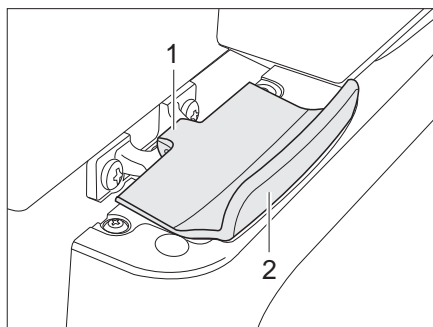

Fig. 234 Dispositif de verrouillage de la porte du réfrigérateur, fermé (Thetford)
- Ouvrir la porte du réfrigérateur sur la poignée (Fig. 234,2). Le verrouillage (Fig. 234,1) sera débloqué automatiquement.